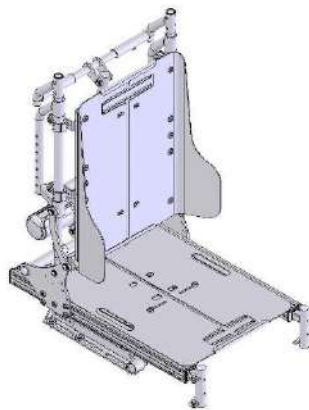

Figura 5-85
- El asiento Kiss con función de reclinación como opción se muestra en la Figura 5-85.